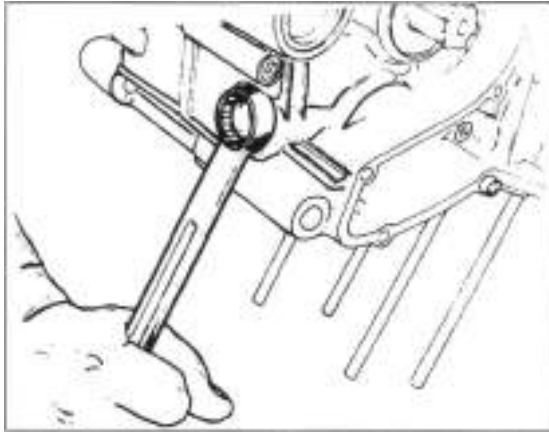

Bild 184
- Verschluss-Schraube der Schaltwalzenarretierung ausdrehen (Bild 184) und Feder mit Arretierungsstift entnehmen.
- **Schaltwalzen-Arretierungsstift** mit Feder einsetzen. Verschluss-Stopfen mit so gut wie neuer Dichtung wieder einsetzen (Bild 184).